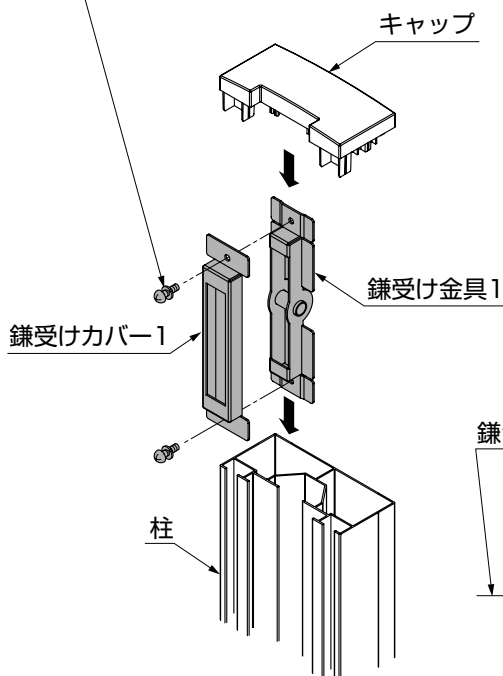
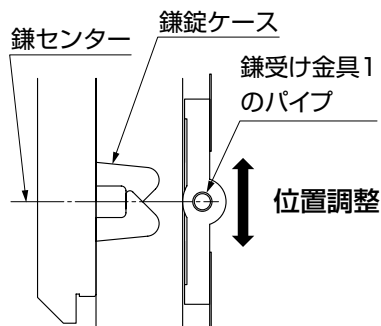

図6-10
図6-11
- ①錠受け金具と錠受けカバーを、あらかじめ【2-1】で仮止めして、柱のスリット部分に上部から差込んでください
- ②本体錠の錠センターに位置を合わせながら(図6-11参照)、錠受け金具と錠受けカバーを【2-1】でしっかりと固定してください。(図6-10参照)
- ③キャップを挿入してください。(図6-10参照)